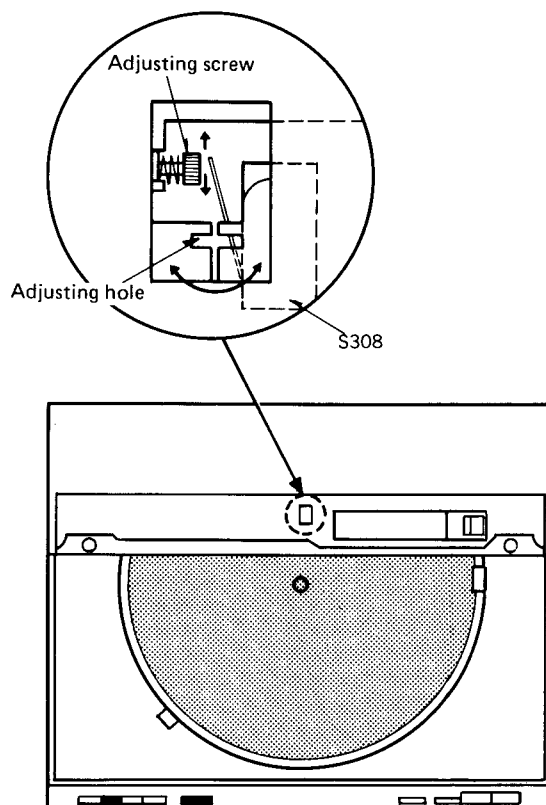

Fig. 19
3. Insert the screwdriver into the adjusting hole. (Fig. 19)
4. If the start position is still deflected, turn the auto start position adjusting screw. (Fig. 19)
3. Den Schraubenzieher in das Justierloch einführen. (Abb. 19)
4. Wenn die Start-Position noch immer von der korrekten Position abweicht, die Auto-Start-Position-Justierschraube drehen. (Abb. 19)